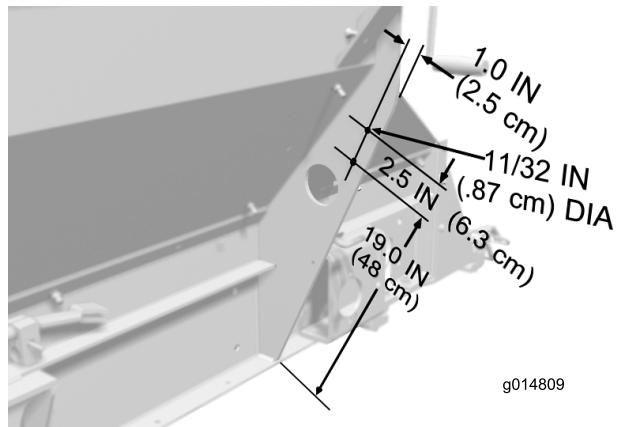

Bild 3
2. Scheiben (4)
5. Ermitteln Sie die Markierung anhand der Maße ersichtlich in Bild 3 und bohren Sie zwei Löcher mit einem Durchmesser von 0,87 cm (11/32") in die linke Verstärkungsplatte des Füllkastens. Wiederholen Sie die Schritte für die rechte Verstärkungsplatte des Füllkastens.